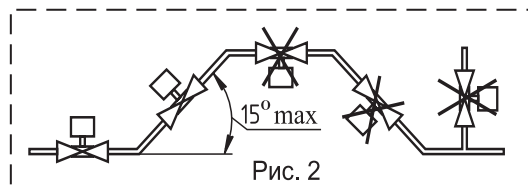

Рис. 2
4.2.5 Произведите монтаж клапана на трубопровод в соответствии с рекомендацией по расположению клапана на трубопроводе (рис. 2). Отклонение катушки от вертикального положения допускается не более 15°.